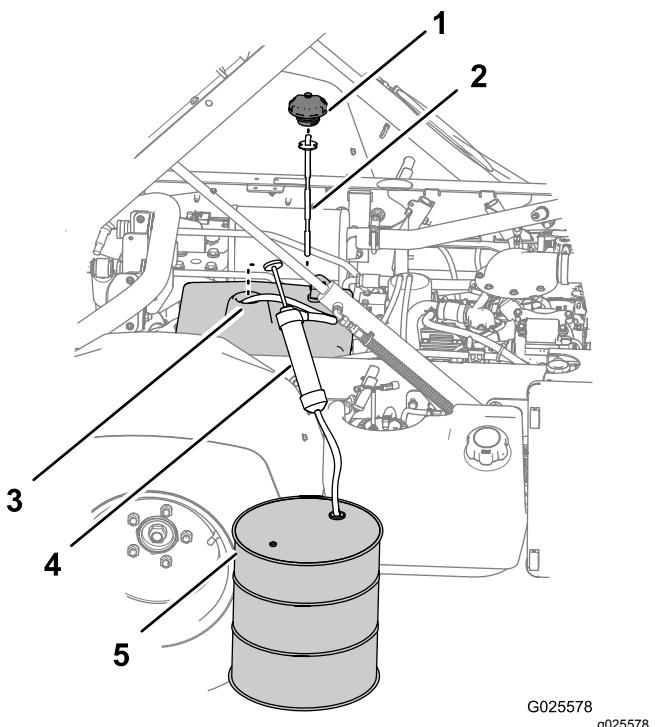

Figura 82
3. Retire el tapón y la varilla del cuello de llenado del depósito hidráulico (Figura 82).
4. Pase la manguera de entrada del sifón por el cuello de llenado del depósito hidráulico y hasta el fondo del depósito (Figura 82).
5. Dirija la manguera de salida de la bomba manual hacia un recipiente de recogida (Figura 82) con capacidad para 11,4 litros (modelo sin TC) o 19 litros (modelo sin TC con el kit de hidráulica de alto caudal (opcional) o modelo TC).
7. Retire el equipo de sifón del depósito hidráulico (Figura 82).
8. Añada 7,5 litros (modelo sin TC) o 15,1 litros (modelo sin TC con el kit de hidráulica de alto caudal (opcional) o modelo TC) del fluido hidráulico especificado al depósito hidráulico (Figura 82).
9. Instale la varilla y el tapón en el cuello de llenado del depósito hidráulico (Figura 82).